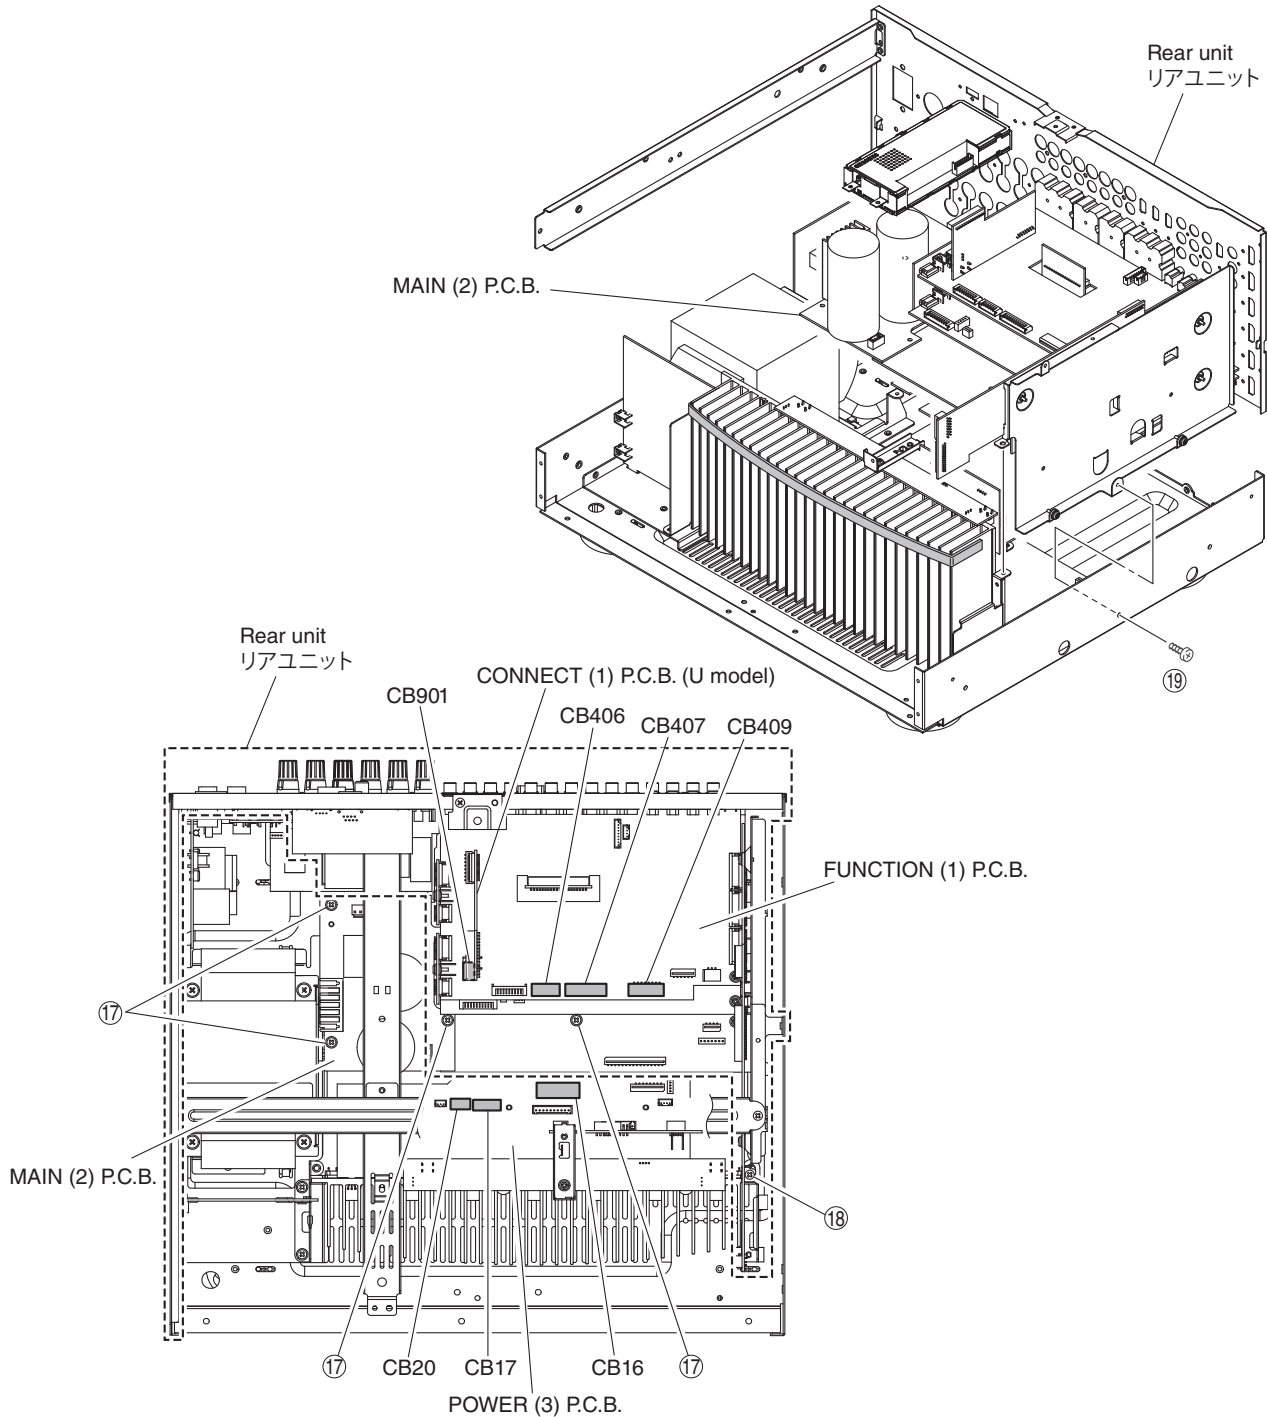

Fig. 8
- Remove 4 screws ( ⑰ ) and screw ( ⑱ ). (Fig. 8)
- Remove screw ( ⑲ ). (Fig. 8)
- Remove CB16, CB17, CB20, CB406, CB407, CB409 and CB901. (Fig. 8)
- Remove the rear unit and MAIN (2) P.C.B.. (Fig. 8)
- ⑰ のネジ 4 本、⑱ のネジ 1 本を外します。(Fig. 8)
- CB16、CB17、CB20、CB406、CB407、CB409、CB901 を外します。(Fig. 8)
- リアユニットおよび MAIN (2) P.C.B. を取り外します。